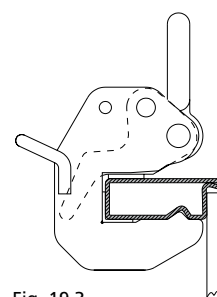

Fig. 19.3
3. Pour verrouiller, repositionner le levier de sécurité dans sa position initiale. (fig. 19.3).